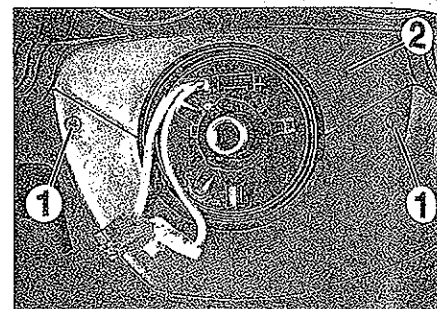
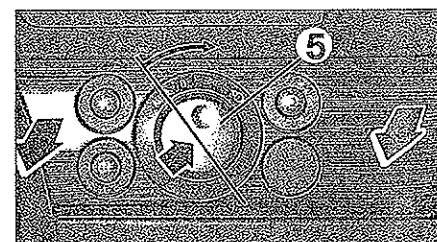
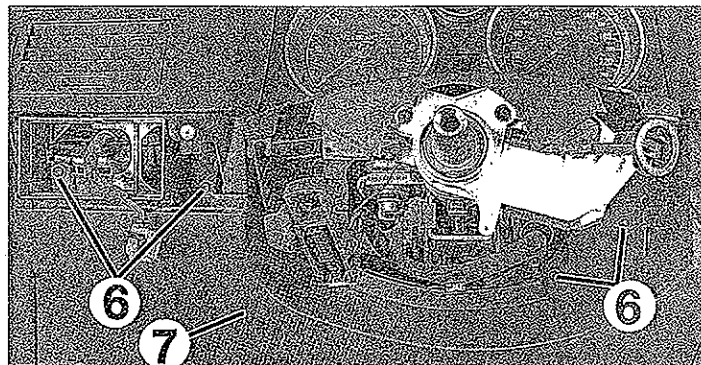

FIG. 6
FIG. 8
FIG. 9
- los dos tornillos (1) del guarnecido superior (2) de columna de dirección y desmontar el mismo (fig. 6).
- Desmontar el mismo (fig. 6).
- Desmontar el guarnecido inferior (4) de columna de dirección.
- Colocar el conmutador (5) en posición "0" ó en posición "Auto", según el equipamiento (fig. 8).
- Desconectar y desmontar el grupo de interruptores de iluminación (5) con su guarnecido.
- los 4 tornillos (6) de fijación del guarnecido inferior izquierdo (7) de salpicadero (fig. 9).
- el guarnecido inferior izquierdo (7).